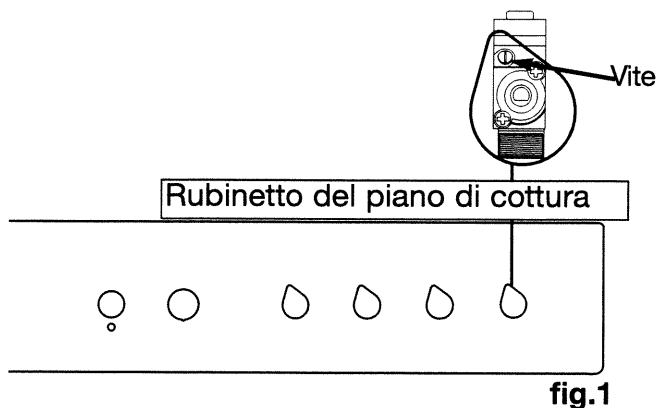

fig.1
- Con un piccolo cacciavite a punta piatta avvitare **completamente** in senso orario la vite di riduzione del flusso in ottone di ogni rubinetto (**fig.1**).
- Svitare di circa un giro la vite di riduzione del flusso in ottone in senso antiorario (**fig1**).